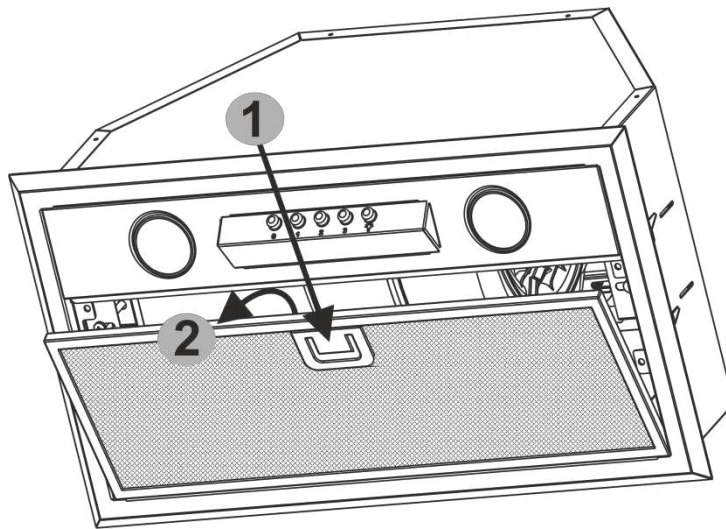

Рис.5
7.9 Для зняття алюмінієвого фільтра (**рис.5**) слід натиснути на пружинну засувку **1** і, потягнувши на себе і вниз **2**, зняти фільтр з панелі. Установку фільтра виконати в зворотному порядку. **Не встановлюйте фільтр після миття до його повного висихання.**